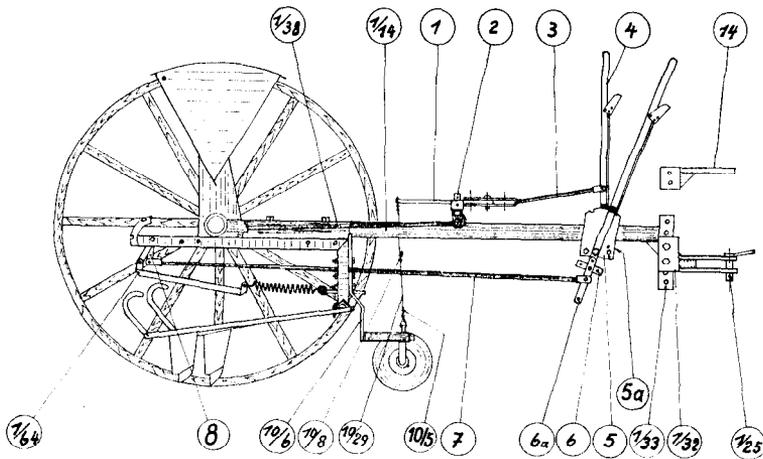

Abb. 34 Schlepper-Anhänge-Drillmaschine D 3 A
4. Zugstange (Abb. 34 Nr. 7) mit Splintbolzen an die Lasche (Abb. 34 Nr. 8) ankuppeln.